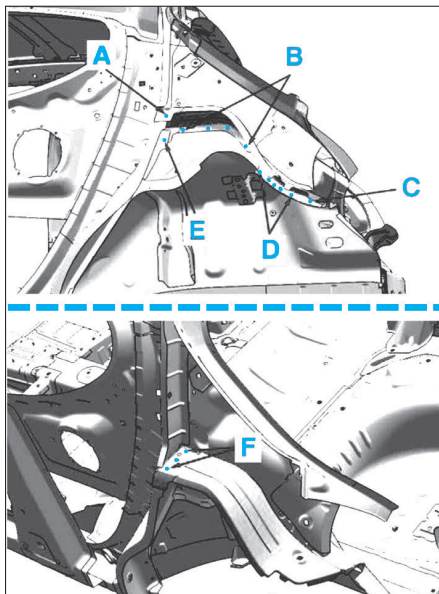
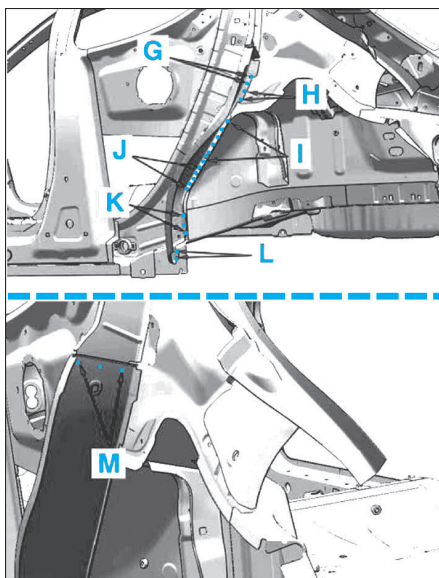

FIG. 51
FIG. 52
- Poser et souder la pièce neuve aux endroits indiqués A à M (Fig.51) et (Fig.52).